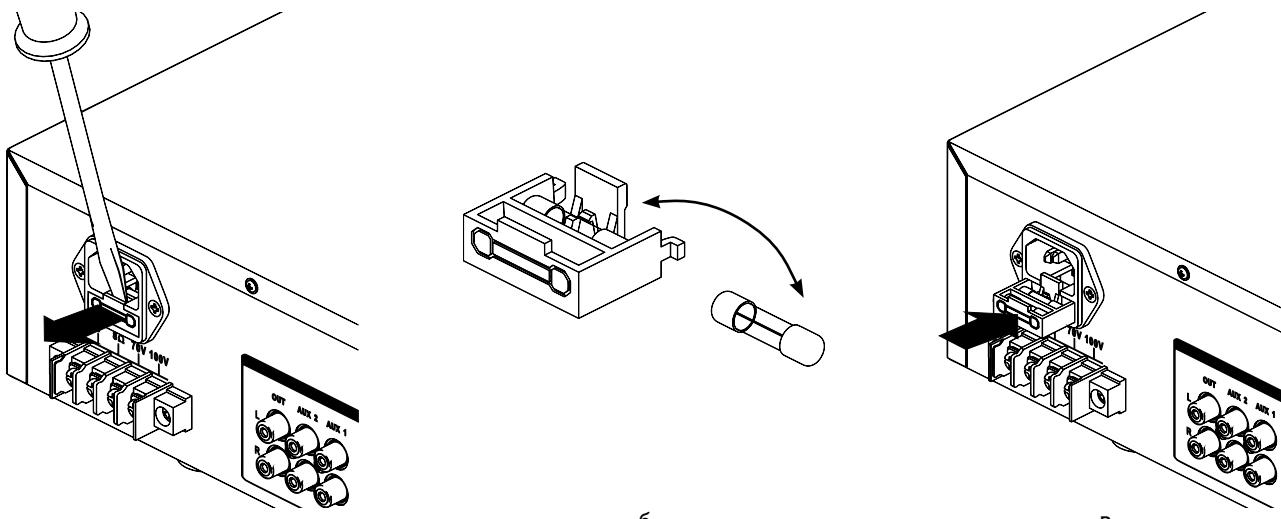

Рисунок 11.1 Порядок замены перегоревшего предохранителя
- Извлеките крышку предохранителя из тринсляционного усилителя, нажав на поддев её шлицевой отверткой (**Рис. 11.1, а**).
- Замените перегоревший предохранитель исправным, предварительно убедившись, что в крышке не осталось посторонних предметов (**Рис. 11.1, б**).
- До установки верните крышку с исправным предохранителем в тринсляционный усилитель (**Рис. 11.1, в**).